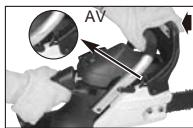

Fig. 7A
1. KEDJEBROMSEN är FRÅNKOPPLAD (kedjan kan flyttas) när BROMSSPAKEN DRAS TILLBAKA OCH LÄSES. Var säker på att kedjebromsens spärr är i läget AV. (Fig. 7A)